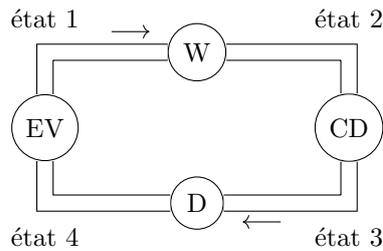

Figure 1: Schéma de principe du climatiseur.
Un climatiseur se compose de quatre éléments principaux (voir figure 1) : un compresseur (W), un détendeur (D), un évaporateur (EV) et un condenseur (CD).
2. Recopier sommairement, sur la copie, la figure 1 et y indiquer le circuit haute pression et le circuit basse pression, et les différents transferts énergétiques massiques.